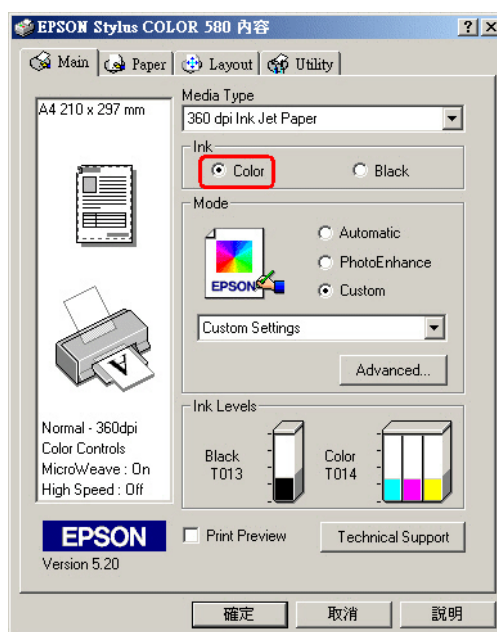

图 5.42
(1) 没有通过按下电源（POWER）键的方式关闭打印机，而是经常用拔去电源线的方式关闭打印机。
(2) 打印机正在打印时强行关闭打印机。
(3) 在平时不用的时候没有关闭打印机，而是让打印机随电脑的启动而一直处于预备工作状态。
(4) 没有使用正确的打印模式，例如用彩色模式打印文档，如图 5.42 所示。
(5) 系统错误检测，喷墨打印机是通过感应传感器来检测墨盒中墨水量的，传感器只要检测到其中一个颜色的墨水量小于打印机内部设定的值，便提示更换墨盒。这时，我们可以取出墨盒使打印机内部传感器复位，从而确定安装新的墨盒。